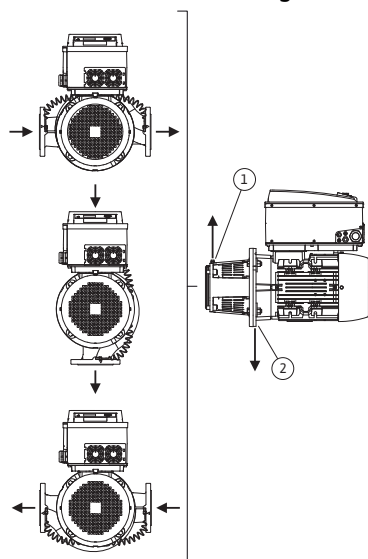
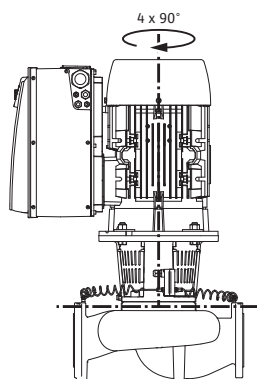

Fig. 18: Lubatud paigaldusasendid
Fig. 19: Lubatud paigaldusasendid
Horisontaalse mootorivõlli ja elektroonikamooduliga ülespoole (0°) lubatud paigaldusasendid on kujutatud joonisel Fig. 18. Joonisel ei ole kujutatud külje peale monteeritud elektroonikamooduliga lubatud paigaldusasendid (+/- 90°). Lubatud on kõik paigaldusasendid peale elektroonikamooduli allapoole asendi (- 180°). Õhu eemaldamine pumbast on tagatud ainult siis, kui õhueemaldusventiil on suunatud üles (Fig. 18, pos. 1). Ainult selles asendis (0°) saab tekkiva kondensaadi puuraukude, pumba distantsääriku ja mootori (Fig. 18, pos. 2) kaudu sihipäraselt ära juhtida. Eemaldage selleks pistik mootori äärikult.
Vertikaalse mootorivõlliga lubatud paigaldusasendid on kujutatud joonisel Fig. 19. Lubatud on kõik paigaldusasendid peale alla suunatud mootori.
- Distsantsääriku õhueleavusventiil (Fig. 6, pos. 1.31) peab olema horisontaalse mootorivõlli korral alati üles suunatud (Fig. 6a: ja Fig. 6b:). Vertikaalse mootorivõlli korral on lubatud igasugune suund. Vt selle kohta ka Fig. 18: „Lubatud paigaldusasendid horisontaalse mootorivõlliga” leheküljel 23 või Fig. 19: „Lubatud paigaldusasendid vertikaalse mootorivõlliga” leheküljel 23.
- Horisontaalse mootorivõlli korral peab all olema kondensaadi äravoolu võimaldav auk (Fig. 18, pos. 2). Vajaduse korral tuleb mootorit vastavalt keerata.